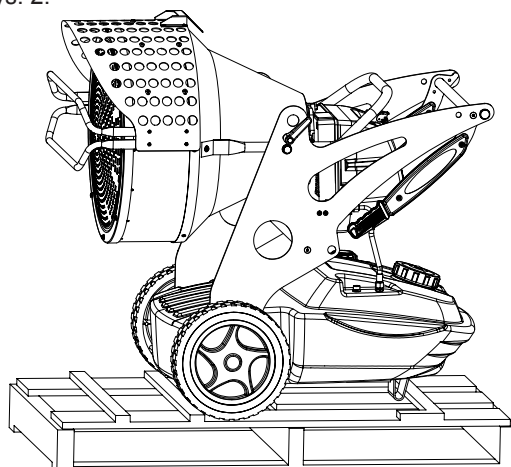

Rysunek 1 - Opakowanie nagrzewnicy
- Usunąć podstawki użyte do zapakowania urządzenia (Rys. 1).
- Jeśli to możliwe, nałożyć karton z opakowania poczynając od góry, aż do dołu palety, mocując przy tym odpowiednimi materiałami (Rys. 1).
- Składować maszynę w odpowiednim, suchym miejscu, nie kłaść na sobie więcej niż dwa opakowania. Wysłać nagrzewnicę tak jak to pokazano na Rys. 1 albo przynajmniej na Rys. 2.